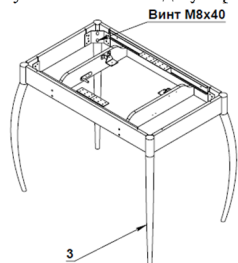

Рисунок 5.
5. Прикрутить 4 опоры (3) винтами М8х40, учесть расположение раздвижных механизмов – механизмы вверх, опоры вниз. Установить стол на ноги на пол. Вывернуть высоту каждой опоры с верхней частью царг и затянуть винт М8х40 до упора (рис.5).